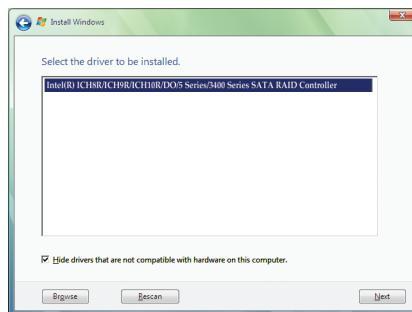

Figure 6
Lorsqu'un écran comme celui dans la Figure 6 apparaît, sélectionnez Intel(R) ICH8R/ICH9R/ICH10R/DO/5 Series/3400 Series SATA RAID Controller et cliquez sur **Next**.